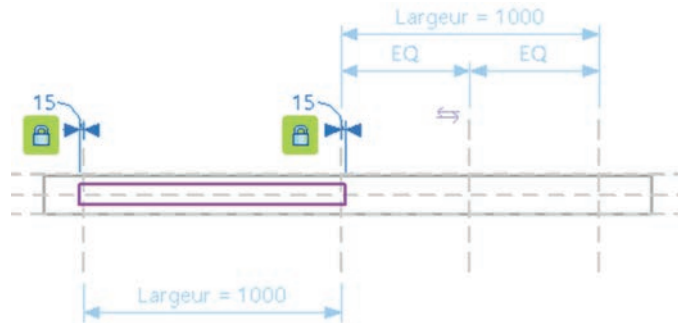

Fig. 9.41
8. Placez deux contraintes de cote (verrouillées à 15 mm) entre les plans de référence à gauche et les côtés verticaux du rectangle (fig. 9.41).